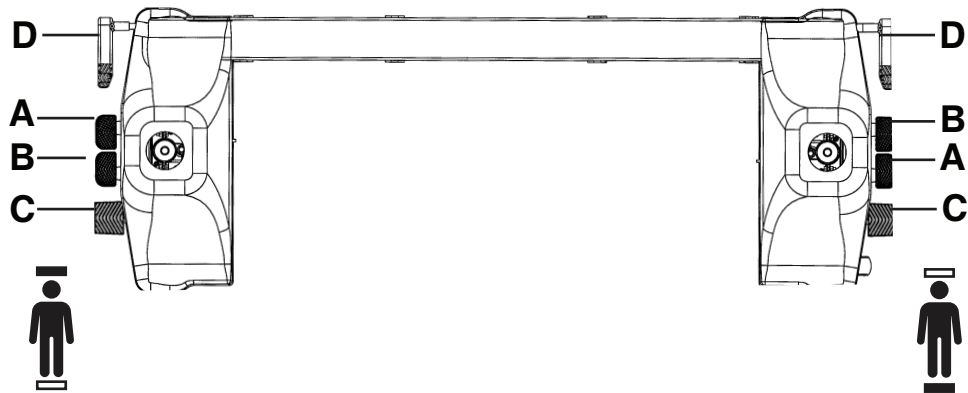

Figura 2 – Elevar ou baixar a estrutura da cama
Para elevar a estrutura da cama, carregue no pedal de bombeamento (C) (Figura 2).
Para baixar a extremidade do lado da cabeça da estrutura da cama (Trendelenburg), carregue no pedal de desengate hidráulico (B) de qualquer uma das extremidades do produto (Figura 2).